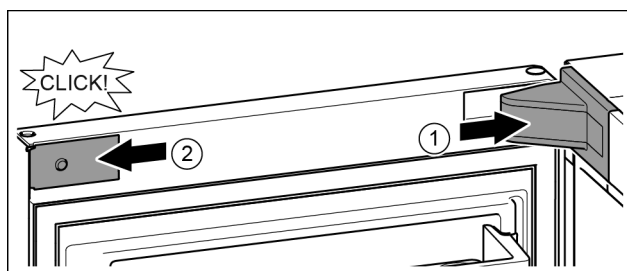

Fig. 22
- ▶ 放上并插入托架盖，如有必要小心地按压分开。Fig. 22 (1)
- ▶ 将隔板放置到侧面并插入。Fig. 22 (2)